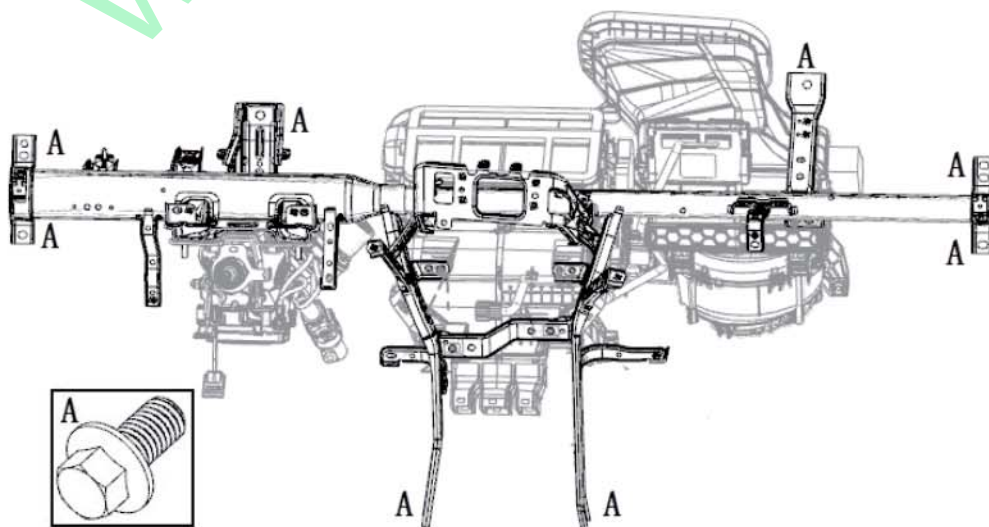

图 1-2-20 管梁焊接总成（带箱体，转向管柱等）
- 2) 用 10#套筒拆卸八个六角法兰面螺栓（Q1840816T1F3），如图 1-2-20；